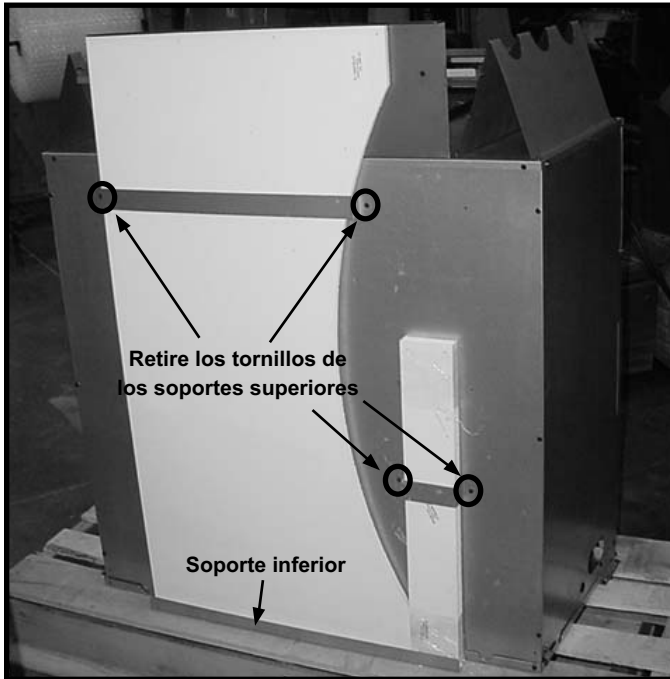

Figura 7.1 Material de revestimiento incombustible
El material incombustible está ubicado en la parte posterior del aparato (vea la figura 7.1).
- Retire y conserve los tres tornillos de los soportes inferiores (vea la figura 7.1).